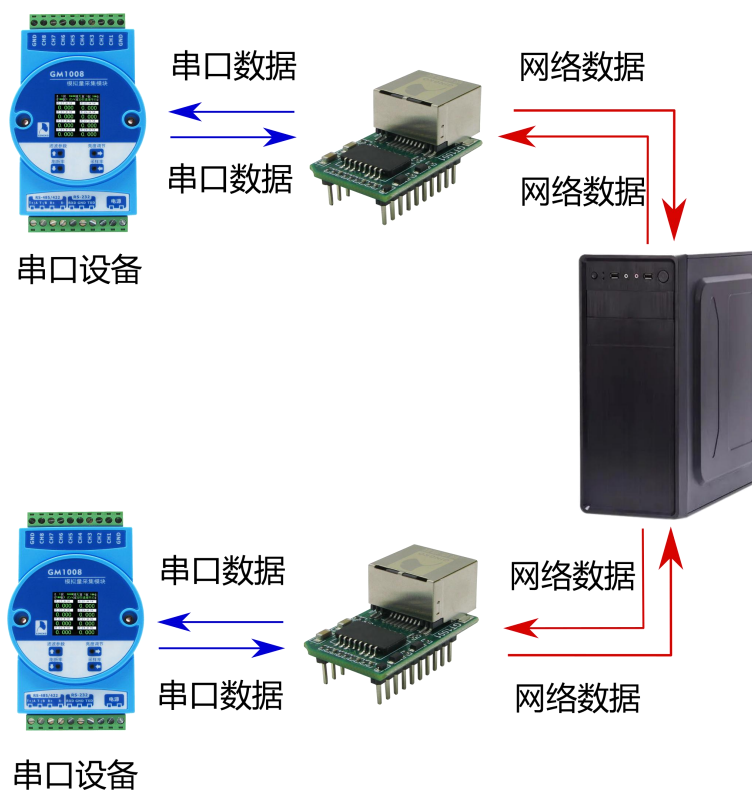
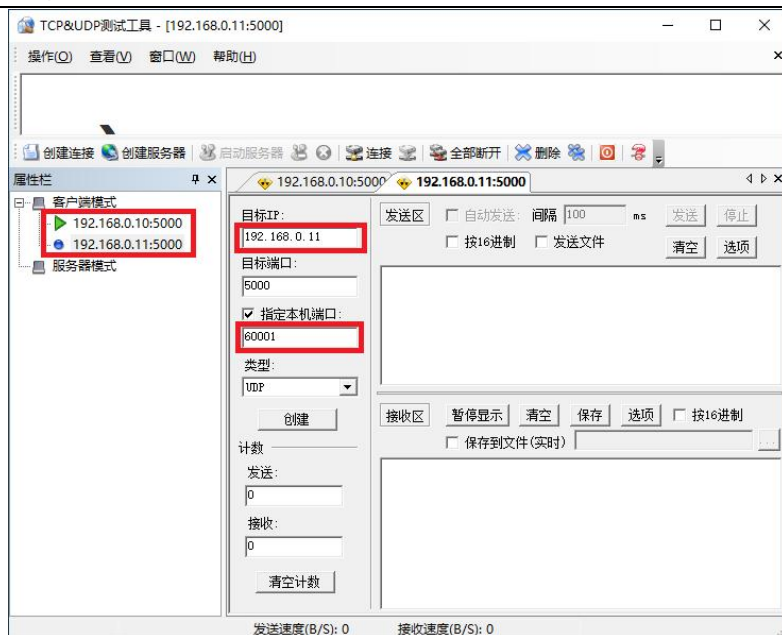
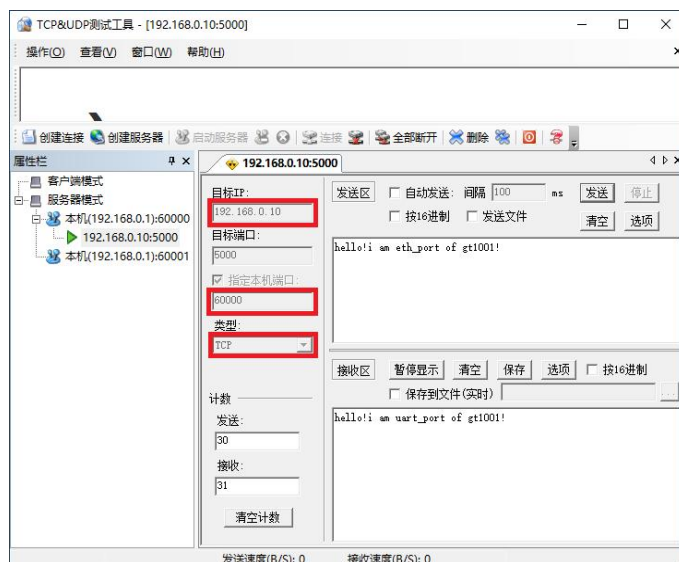

图 9-10 多台设备与一台电脑通信示意图
图 9-11 电脑与多台串口设备通信设置界面
图 10-10 多个电脑端服务器设置界面
5、该模式下，可将多个模块连接在同一台电脑上，同时实现与多台串口设备的通信，如图 9-10 所示。此时采用如 9-8 所示的设置方法增加相应的客户端即可，如图 9-11 所示。
(4) 该模式下，可将多个模块连接在同一台电脑服务器上，同时实现与多台串口设备的通信如图 9-10 所示。此时采用如 10-8 所示的设置方法增加相应的服务器即可，如图 10-10所示。